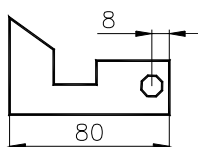
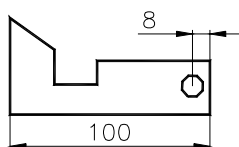

Fig. U7.28
Fig. U7.29
4. Desenul din Fig. U7.28 trebuie alungit cu 20 unități ca în Fig. U7.29. Specificați care dintre comenzile de mai jos permit această operație.